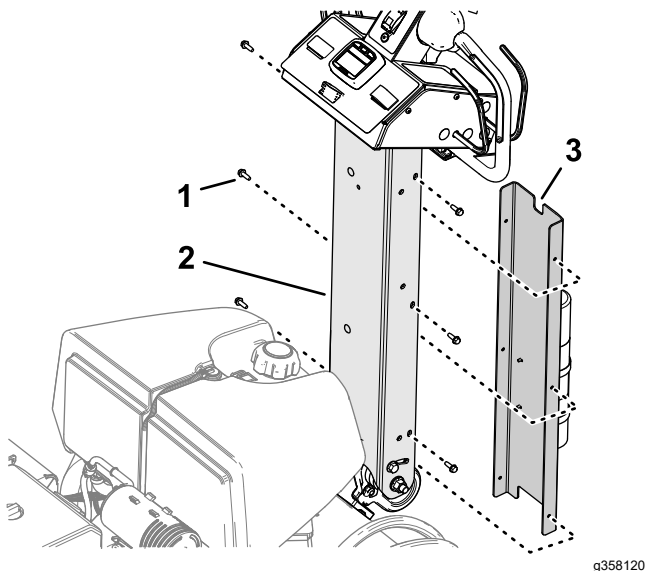

Figura 12
1. Alinai creștătura mică din capacul barei de ghidare cu creștătura în sus (Figura 12).